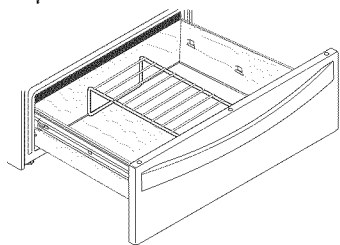

Fig. 1
- En la posición elevada (vea la Fig. 1) para permitir que los alimentos llanos sean colocados debajo y sobre la rejilla (por ejemplo, panecillos o bizcochos sobre la parrilla y un guiso en cacerola debajo).